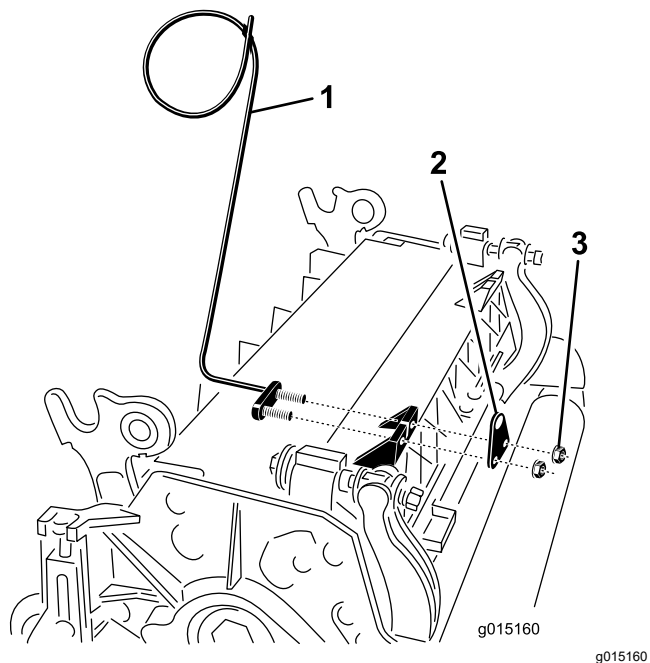

**Рисунок 11**
**Примечание:** Головку болта следует расположить в направлении наружной стороны выступа, как показано на Рисунок 11.
Е. Присоедините кронштейн штока к выступам режущих блоков с помощью каретных болтов и гаек (Рисунок 11). При установке кронштейна штока установите на режущем блоке левую направляющую шланга на передние выступы режущего блока (Рисунок 13).